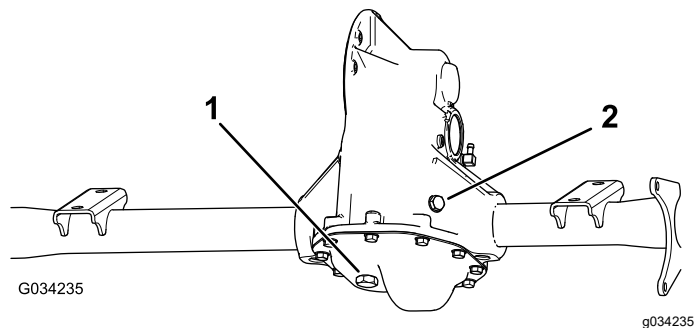

図 49
1. ドレンプラグの下にオイルを受ける容器をおく 図 49。
2. トランスアクスルについている補給プラグとシールを外す 図 49。
3. ドレンプラグとシールを外してオイルが完全に抜けるのを待つ 図 49。